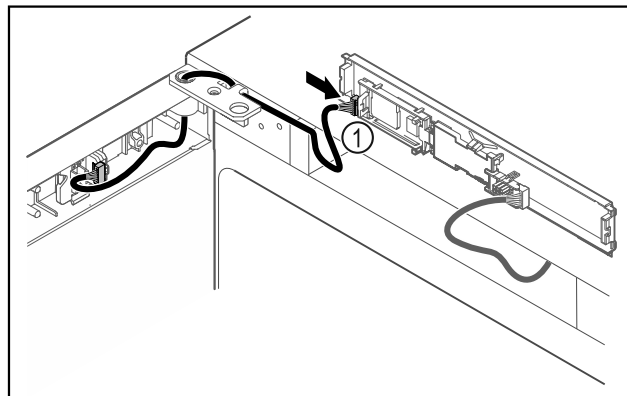

Fig. 45
- Sæt stikket Fig. 45 (1) i på printkortet.